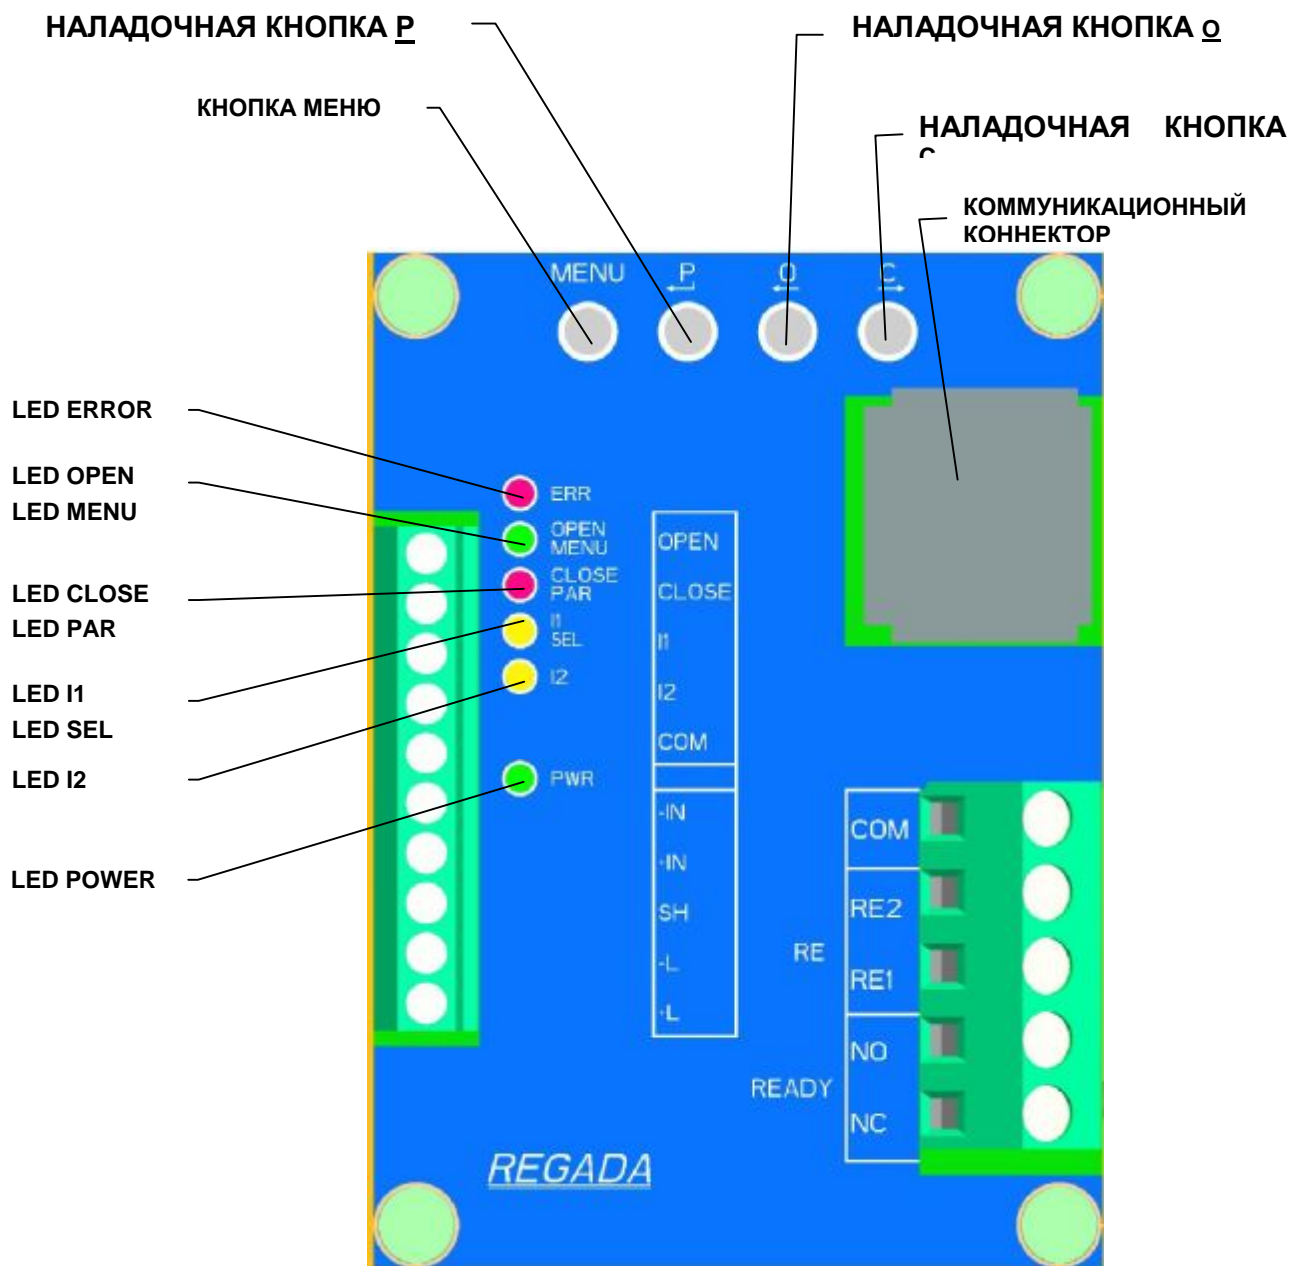

Рис. 6
Установка осуществляется на механически и электрически присоединенном ЭП. Данная глава описывает настройку ЭП на параметры, которые заказчику позволяет программная оснастка. Размещение элементов настройки блока управления указано на Рис.6.
- через кнопки блока управления (**Рис.6**)
- 6 сигнальными диодами (LED диоды) по **Рис. 6**.